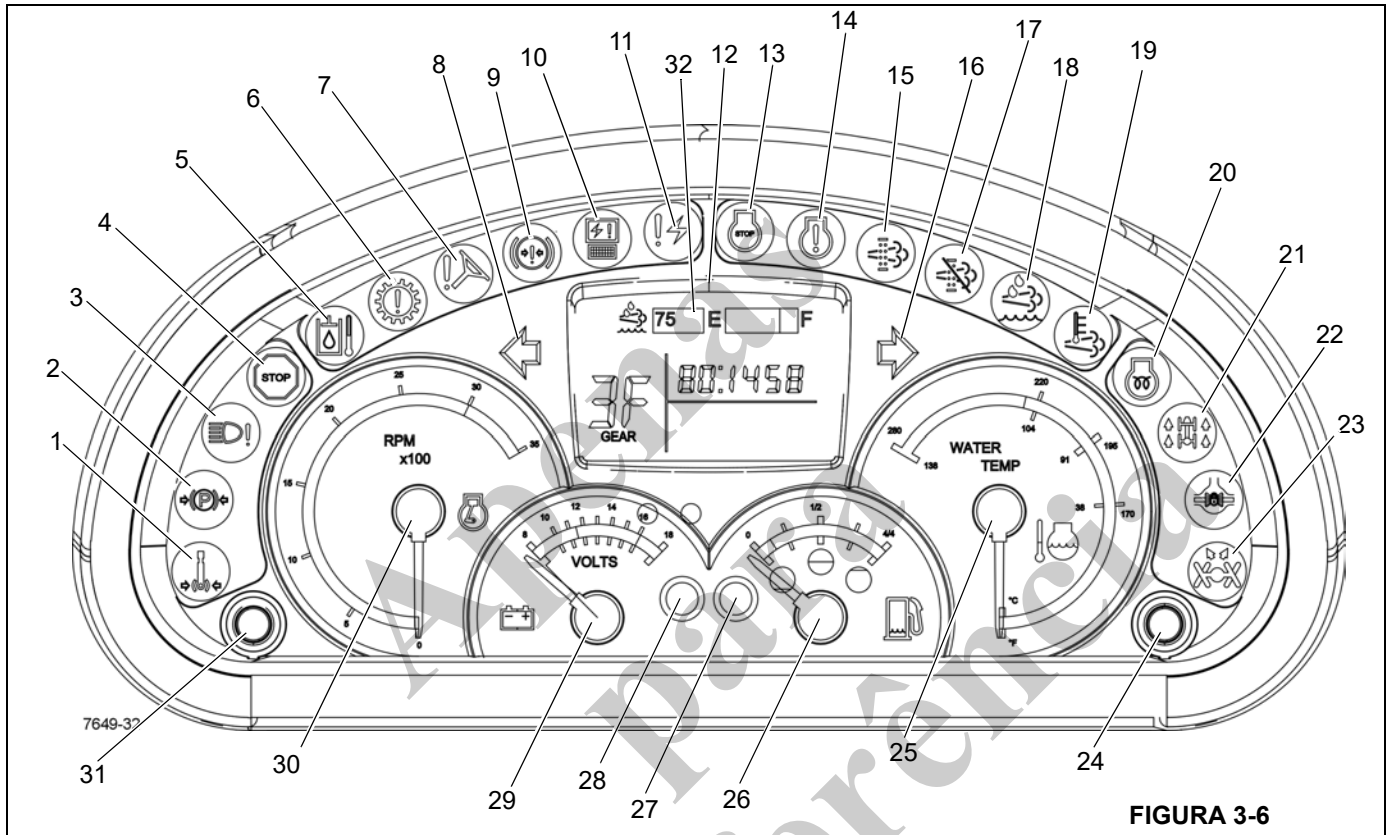

FIGURA 3-6
Números dos itens da Figura 3-6
O indicador do freio de giro acionado (1) Figura 3-6 localiza-se no mostrador de indicadores da coluna de direção. Ele acende em vermelho quando o freio de giro do motor de giro da plataforma rotativa estiver acionado impedindo a rotação da superestrutura do guindaste.
O indicador do freio de estacionamento acionado (2) Figura 3-6 localiza-se no mostrador de indicadores da coluna de direção. Ele acende em cor vermelha quando o freio de estacionamento for acionado.
O indicador de defeito nos faróis (3) Figura 3-6 localiza-se no mostrador de indicadores da coluna de direção. Ele acende em âmbar quando os faróis dianteiros do guindaste estiverem defeituosos.
O indicador de parada de emergência (4) Figura 3-6 localiza-se no mostrador de indicadores da coluna de direção. Ele acende em vermelho quando a chave de parada de emergência for pressionada (consulte *Chave de parada de emergência, página 3-16*) e uma campainha de aviso é acionada.
O indicador de temperatura do óleo hidráulico alta (5) Figura 3-6 localiza-se no mostrador de indicadores da coluna de direção. Ele acende em vermelho quando a temperatura do óleo hidráulico ultrapassa 93°C (200°F); uma campainha de atenção também é acionada. Quando este indicador acender, apoie a carga o mais rápido possível, desligue o motor e tente identificar a causa da alta temperatura do óleo hidráulico.
O indicador de atenção da transmissão (6) Figura 3-6 localiza-se no mostrador de indicadores da coluna de direção. Ele acende em vermelho quando a temperatura do óleo da transmissão estiver alta. Uma campainha de atenção também soará.
O indicador de baixa pressão da direção (7) Figura 3-6 localiza-se no mostrador de indicadores da coluna de direção. Ele se ilumina com a cor vermelha quando a pressão hidráulica está baixa. Uma campainha de atenção também soará.
O indicador da sinaleira direcional esquerda (8) Figura 3-6 localiza-se no mostrador de indicadores da coluna de direção. É uma luz verde em forma de seta que pisca quando a alavanca da sinaleira direcional é empurrada para baixo ou a chave da luz de perigo é ligada.
O indicador de pressão do freio baixa (9) Figura 3-6 localiza-se no mostrador de indicadores da coluna de direção. Ele acende em vermelho quando a pressão na válvula de carga do acumulador duplo cai abaixo dos requisitos normais de operação. Uma campainha de atenção também soará.
O indicador do módulo eletrônico (10) Figura 3-6 localiza-se no mostrador de indicadores da coluna de direção. Se qualquer dos módulos eletrônicos estiver off-line e sem comunicação com o sistema, o indicador acende em vermelho.
O indicador de diagnóstico do sistema eletrônico (11) Figura 3-6 localiza-se no mostrador de indicadores da coluna de direção. O indicador é uma luz vermelha usada para detecção e resolução de problemas no sistema do barramento CAN.
O mostrador de LCD (12) Figura 3-6 localiza-se no mostrador de indicadores da coluna de direção. O mostrador indica a marcha de transmissão em uso, códigos de falha, nível de DEF e a versão do software principal.
O indicador de parada do motor (13) Figura 3-6 localiza-se no mostrador de indicadores da coluna de direção. Ele acende em vermelho quando um sinal é enviado do ECM do motor. Além disso, uma campainha de atenção também soará.
O indicador de atenção do motor (14) Figura 3-6 localiza-se no mostrador de indicadores da coluna de direção. Ele acende em âmbar quando um sinal é enviado do ECM do motor.
O indicador de limpeza do sistema de escape (15) Figura 3-6 localiza-se no mostrador de indicadores da coluna de direção. Este indicador acende em âmbar quando o tubo de decomposição está ficando cheio de ureia e necessitar de limpeza.
O indicador da sinaleira direcional direita (16) Figura 3-6 localiza-se no mostrador de indicadores da coluna de direção. É uma luz em forma de seta verde que pisca quando a
O indicador de inibição da limpeza do sistema de escape (17) Figura 3-6 localiza-se no mostrador de indicadores da coluna de direção. Quando a chave de limpeza do sistema de escape (9) Figura 3-4 estiver na posição de inibição da limpeza do sistema de escape, o indicador âmbar acende e a limpeza do sistema de escape ativa e manual é impedida.